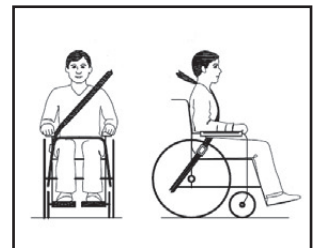

Abbildung 5
- Der Hüftgurt sollte quer über die Vorderseite des Körpers bis zu dem Punkt laufen, an dem Hüfte und Oberschenkel aufeinander treffen, und dabei eng anliegen. Der obere Gurt muss dem Benutzer voll und ganz Unterstützung bieten, wie in Abbildung 5 zu sehen ist.